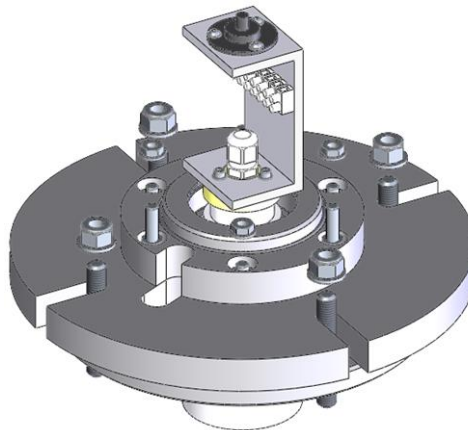

Ilustración 30: Subconjunto del colector instalado
- Monte el subconjunto del colector en el adaptador roscado de latón y apriételo. Asegúrese la placa de fijación a la mezcladora y la carcasa del cojinete a la placa de fijación mediante las tuercas facilitadas (Ilustración 30).